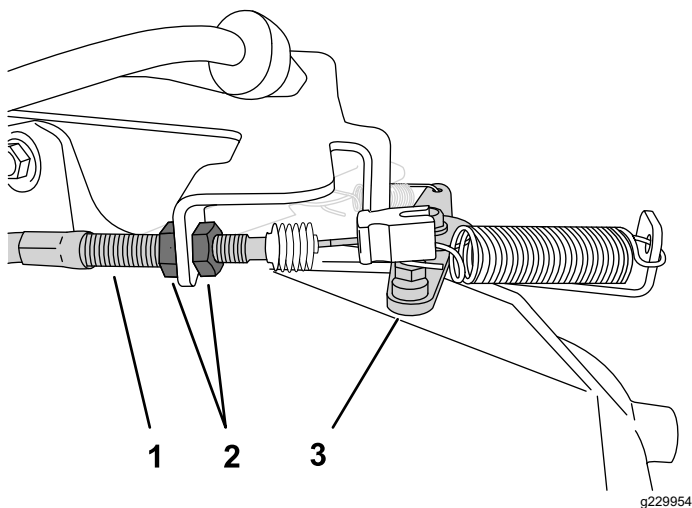

Figura 42
2. En la funda del cable del acelerador, afloje la contratuerca delantera y apriete la contratuerca trasera para aumentar el ralentí bajo (Figura 42).